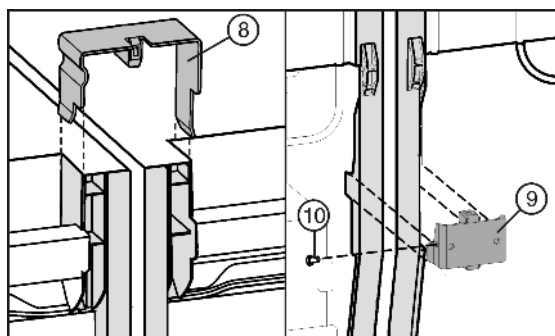

Fig. 7
- ▶ Spojovací svorku Fig. 7 (8) nasuňte nahoru na střední boční stěny.
- ▶ Spojovací úhelník Fig. 7 (9) nasadte dole do příslušných vybrání.
- ▶ Pokud je spojovací úhelník uložen trochu volně, namontujte šroub Fig. 7 (10).